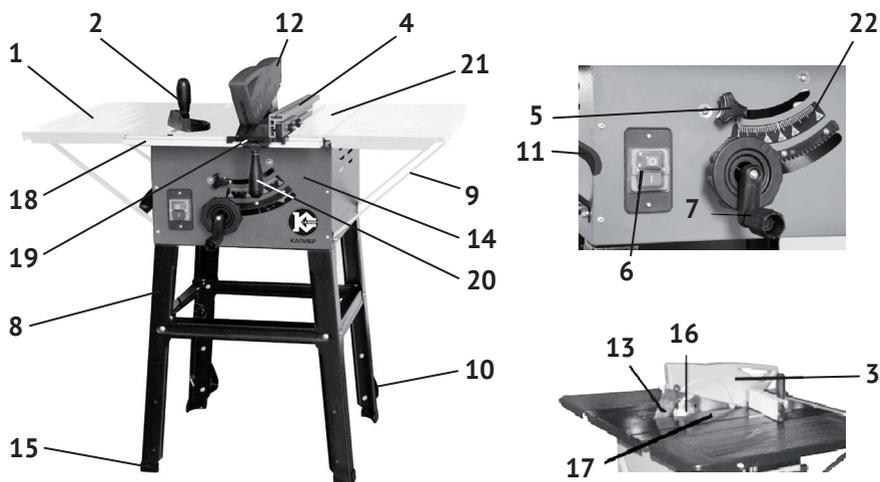
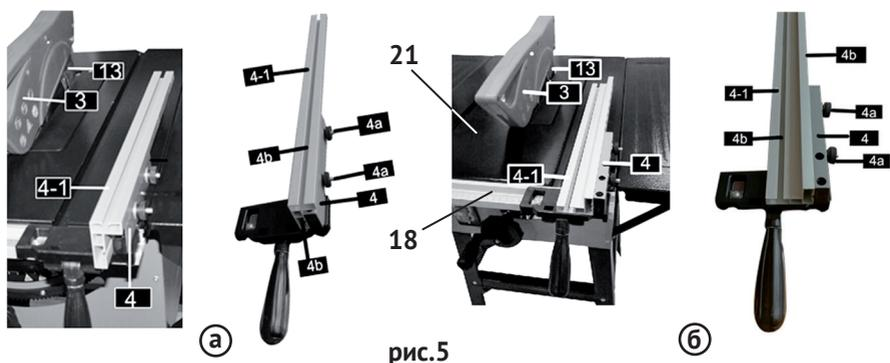
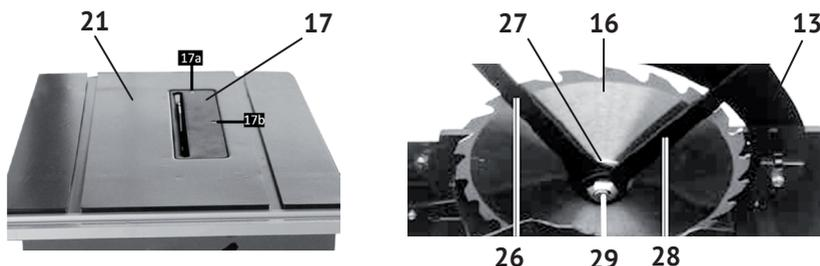

рис.1
рис.5
рис.7
1.6 Общий вид и элементы пилы представлены на рис.1
1.7 Основные элементы пилы (двигатель с редуктором, перемещаемая плита крепления двигателя, механизмы наклона и подъема диска, нижний защитный кожух) размещены в металлическом корпусе (рис.1 поз.14).
На верхнем защитном кожухе (рис.1 поз.3) нанесена стрелка, указывающая направление вращения диска.
1.8 Для установки распиливаемой заготовки в нужном положении, на планке (рис.1 поз.18) нанесена метрическая шкала, для установки планки параллельного упора на нужном расстоянии от пильного диска.
Заготовка размещается на рабочем столе (рис.1 поз.21) в нужном положе-
нии с помощью параллельного (рис.1 поз.8) или, установленного в паз рабочего стола, углового упора (рис.1 поз.2). Распиливаемая заготовка подаётся оператором по рабочему столу к пильному диску вручную.
1.9 Выключатель – магнитный пускатель (рис.1 поз.6) расположен на корпусе пилы. Он имеет две кнопки: зелёная с символом «I» - включение двигателя и красная с символом «0» - выключение двигателя (МЭК 60417).
Установка параллельного упора (рис.1 поз.4) возможна с любой стороны от отрезного круга. Пластина упора (4-1) имеет высокий и низкий плоские бортики, для обработки заготовок разной толщины. На рис.5а пластина установлена высоким бортиком к диску, для обработки заготовок толщиной более 25 мм. На рис.5б пластина установлена низким бортиком к диску, для обработки заготовок толщиной до 25 мм. Изменение положения параллельного упора на рабочем столе (рис.5 поз.21) осуществляется передвижением суппорта передвигающего блока (рис.5 поз.4с) по планке со шкалой (рис.5 поз.18).
- приложить пластину (рис.5 поз.4-1) к планке (рис.5 поз.4) в зависимости от толщины заготовки: широкой – рис.5а или узкой – рис.5б опорной плоскостью к заготовке;
- совместить крепёжные отверстия соответствующего ребра (рис.5 поз.4б) пластины упора и планки (рис.5 поз.4) передвигного блока;
- вставить крепёжные болты и зафиксировать гайками (рис.5 поз.4а).
- расфиксировать передвигной блок, подняв вверх рукоятку (рис.5 поз.20);
- сдвинуть суппорт (рис.5 поз.4с) передвигного блока по планке (рис.5 поз.18) на нужное расстояние;
- при необходимости в дальнейшем отпиливания заготовок такой же ширины, записать цифру шкалы планки (рис.5 поз.18) в окне контроля (рис.5 поз.19);
- зафиксировать выбранное положение опустив вниз быстрозажимную рукоятку (рис.5 поз.20) передвигного блока.
2.1.6 Установка пильного диска. Для установки (замены) диска (см. рис.7):
- снять с расклинивающего ножа (рис.7 поз.13) верхний защитный кожух;
- открутив винты крепления (рис.7 поз.17а и 17б), демонтировать вставку стола (рис.7 поз.17);
- вращением (против часовой стрелки) рукоятки (рис.1 поз.7), поднять пильный диск (рис.7 поз.16) на максимальную высоту, для удобства его монтажа/демонтажа;
- зафиксировав ключом (рис.7 поз.23) шпиндель, открутить ключом (рис.7 поз.25) зажимной болт (рис.7 поз.26);
- снять (при замене) со шпинделя прижимной фланец (рис.7 поз.24) и пильный диск;
- очистить опорный и прижимной фланцы, вставку стола и пазы рабочего стола (рис.7 поз.21) крепления вставки;